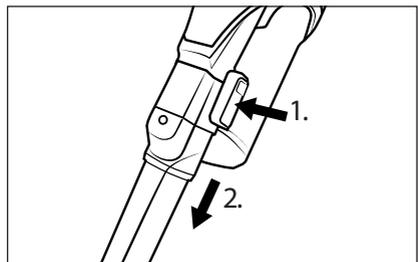

Fig. 15
- ◆ Pour retirer l'accessoire, maintenez la touche de déverrouillage de l'accessoire enfoncée, puis retirez l'accessoire du tube d'aspiration ②④ ou de l'orifice d'aspiration de l'appareil (voir fig. 15).